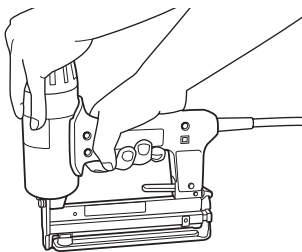

図 5
- 硬い材料に打ち込むときは、図5のようにタッカの頭を手でおさえ、打ち込む所に押しつけて打ちます。